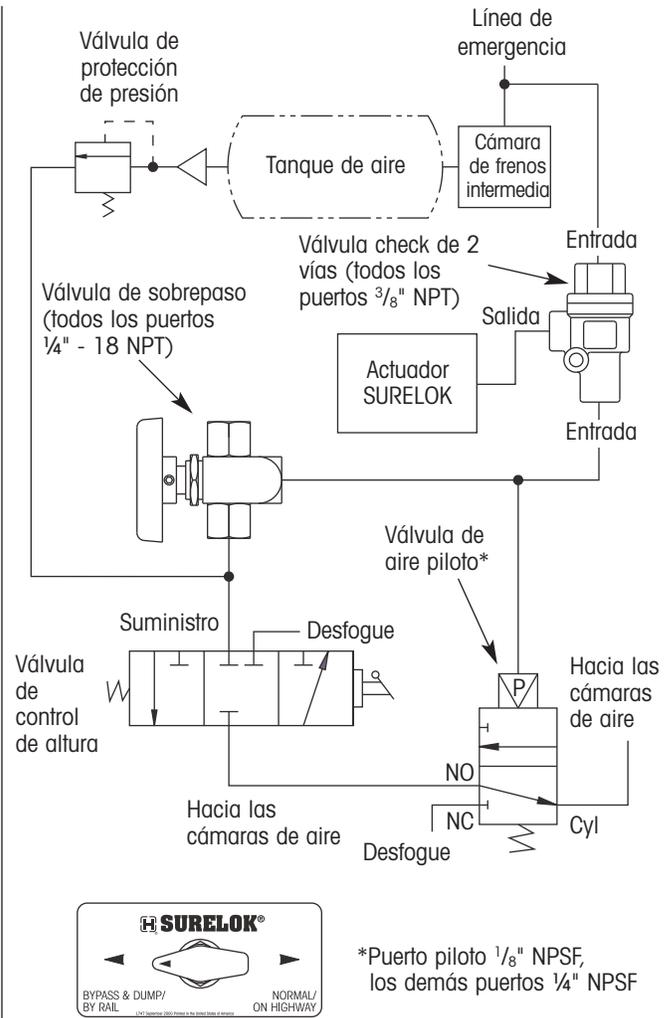

Figura 99. Diagrama neumático de la combinación de la válvula de sobrepaso/desfogue
**Válvula de sobrepaso manual con desfogue** — Adicionalmente a la operación estándar del SURELOK descrita anteriormente, este kit de aire permite al SURELOK ser completamente desactivado y la suspensión desfogada en los topes internos de la cámara de aire en un solo paso (figura 99). Esta operación simultánea de sobrepaso y desfogue es completada girando manualmente la válvula de control de la posición normal a la posición de sobrepaso y desfogue.